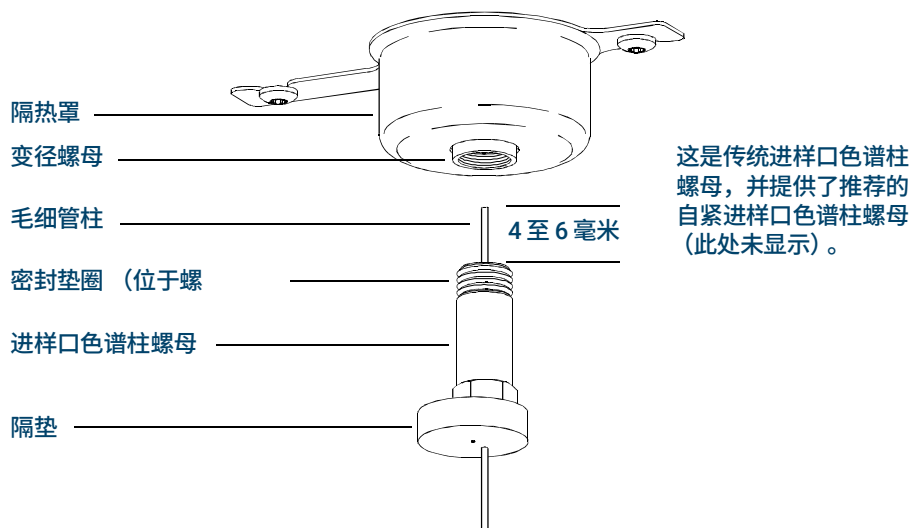

图 4. 在分流 / 不分流进样口中安装毛细管柱
- 7 调整色谱柱，使其比密封垫圈端部高出 4 至 6 毫米。（请参阅图 4。）